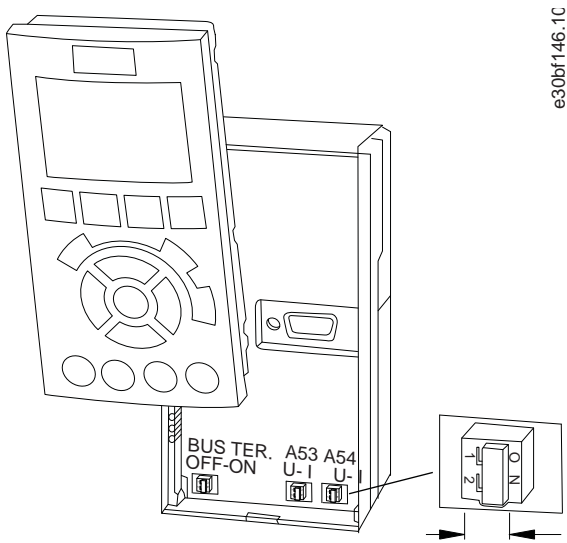

Abbildung 38: Lage der Schalter A53 und A54
4. Stellen Sie Schalter A53 and A54 ein, um den Signaltyp auszuwählen (U = Spannung, I = Strom). Siehe Abbildung 38.